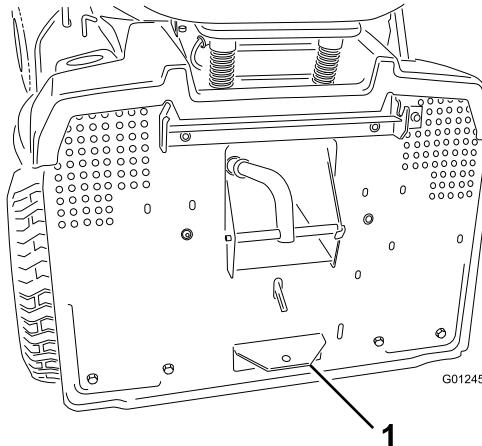

Figura 19
2. Instale o acessório no gancho de reboque que se encontra na parte inferior traseira da máquina (Figura 19).